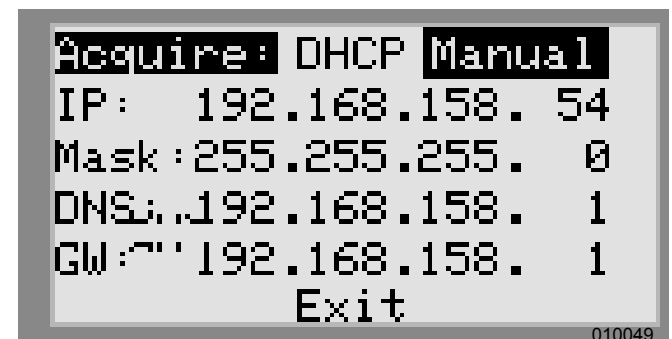

Figure 6-29. Configuration Ethernet (2 de 2)
- Voir Figure 6-29. Dans le menu des paramètres IP, sélectionner Manual (Manuel).